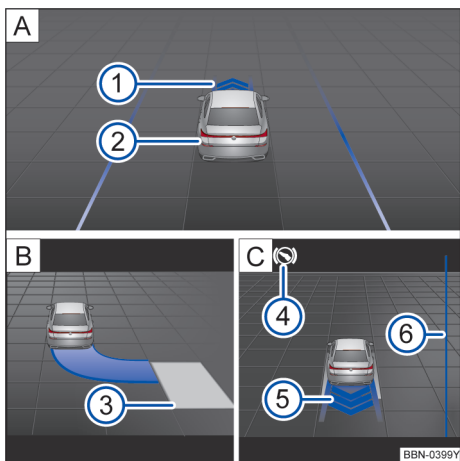

图 131 在组合仪表显示屏内：平行于行车道泊车（示意图）
→图 131 说明：
无论选择何种泊车模式，智能泊车辅助均可被激活，并自动显示当前停车位→图 131①。